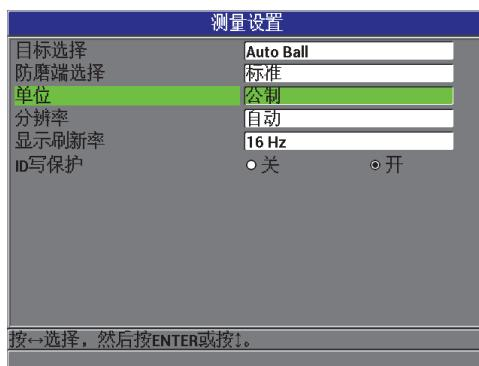

图 3-2 测量设置屏幕 — 单位
3. 在 **测量设置**屏幕中（参见第 59 页的图 3-2），将 **单位**设定为 **英制**或**公制**。
3. 在**测量设置**屏幕中（参见第 59 页的图 3-2），将**显示刷新率**设置为想要的值：**4 Hz、8 Hz、16 Hz 或 20 Hz**。
3. 在**测量设置**屏幕中 (参见第 59 页的图 3-2), 将**分辨率**设置为所需的选项: